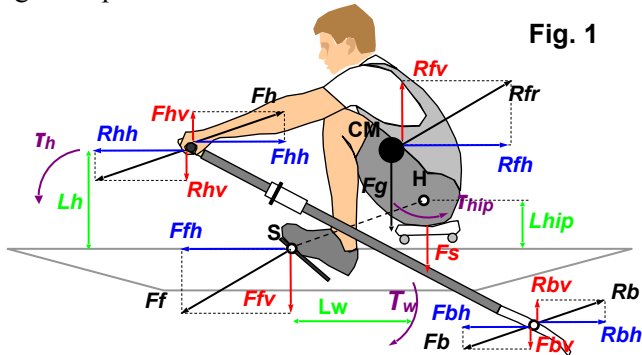

Fig. 1
F1. "Statischer Hub". Das ist die einfache Gewichtsverteilung zwischen Rollstuhl und Stembrett, wenn sich der Rudererschwerpunkt (CM) auf der Linie der Schwerkraft **Fg** zwischen ihnen bewegt (Fig. 1). In der Auslage sind etwa 30% des Körpergewichtes des Ruderers statisch auf dem Stembrett platziert und lediglich 70% verbleiben auf dem Rollstuhl, was ganz einfach mit einer Badezimmerwaage überprüft werden kann.